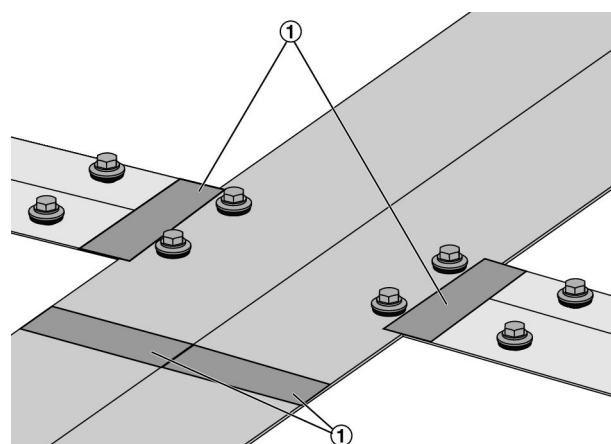

Abb. 21: Stoßstellen abdichten
- Die Stoßstellen (Abb. 21 /1) der Abdeckschienen mit beiliegenden Aufklebern (100 x 40 mm) abdichten.